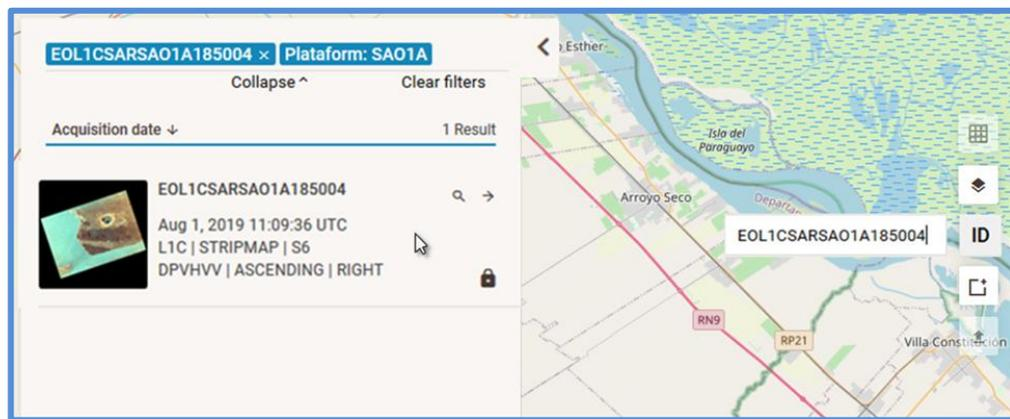

Figura 8: Búsqueda de un producto del Catálogo ingresando el ID del producto.
Los productos del Catálogo están registrados por un número de identificación único (ID). Si el usuario conoce dicho número podrá acceder directamente al producto ingresando el mismo en la herramienta identificada con la sigla: **ID**, (ver Figura 8: Búsqueda de un producto del Catálogo ingresando el ID del producto.Figura 8). Una vez ingresado el número de identificación, se deberá dar “**Enter**” (en el teclado) y se desplegará el panel lateral de información de productos, mostrando información resumida del producto buscado y la vista en miniatura (*Thumbnail*) del mismo, como muestra la Figura 8.
Al posicionarse con el cursor sobre el recuadro de información del producto (como muestra la Figura 8), se habilitan las siguientes herramientas: